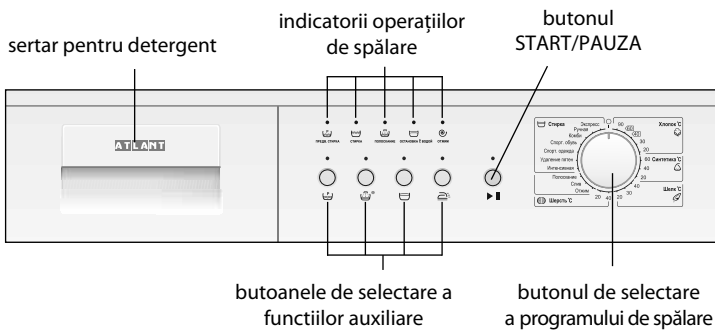

Figura 1 – Panoul de comandă
**1.1.1** Elementele de comandă a mașinii sunt prezentate în figura 1. Butonul de selectare a programului (în continuare numit – Selector) și denumirile butoanelor de comandă sunt prezentate în figurile 2 și 3.